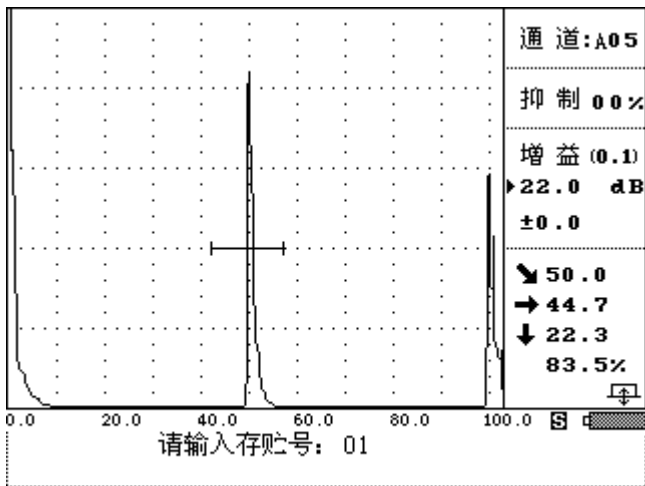

图 3-5-1
- ① 按 **闸门** 键或转动旋钮到 **扫查** 栏单击旋钮进入检测状态后，再按 **动态记录** 键或转动旋钮到 **动态记录** 栏单击，仪器滚出提示输入信息，如图 3-5-1 所示：